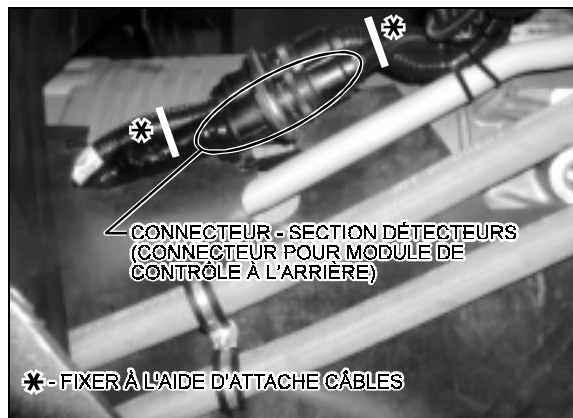

FIGURE 1: VUE DU CÔTÉ DU CHAUFFEUR
1. Se rendre jusqu'à la transmission (côté du chauffeur) via l'arrière de l'essieu porteur et identifier le câblage de la transmission. (Fig. 1)
2. Identifier la branche du câblage dédiée aux détecteurs Elle est positionnée juste en avant du connecteur pour module de contrôle. (Fig. 1)